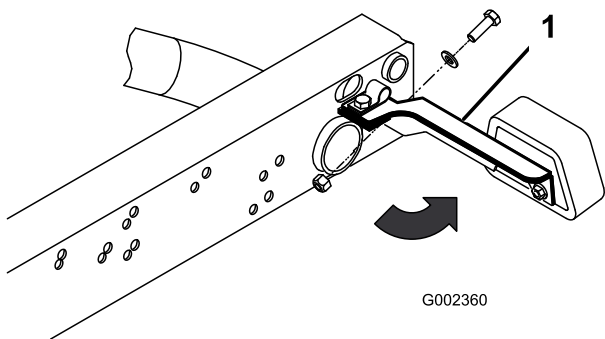

Figura 3
1. Allentate i dadi di bloccaggio e i bulloni che fissano le staffe dei fanali di coda alle staffe destra e sinistra del telaio (Figura 3).
3. Ancorate la parte posteriore di ogni staffa del fanale di coda alla parte posteriore delle staffe del telaio con un bullone da 5/16 x 1 poll. lungh., una rosetta piana diam. int. 0,344 poll. e un dado, come illustrato alla Figura 3.